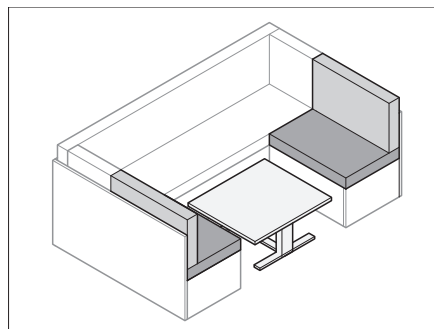

Fig. 73 Trasformare il tavolo
- Trasformare il tavolo (Fig. 73) in struttura di supporto letto (vedi paragrafo 6.8).